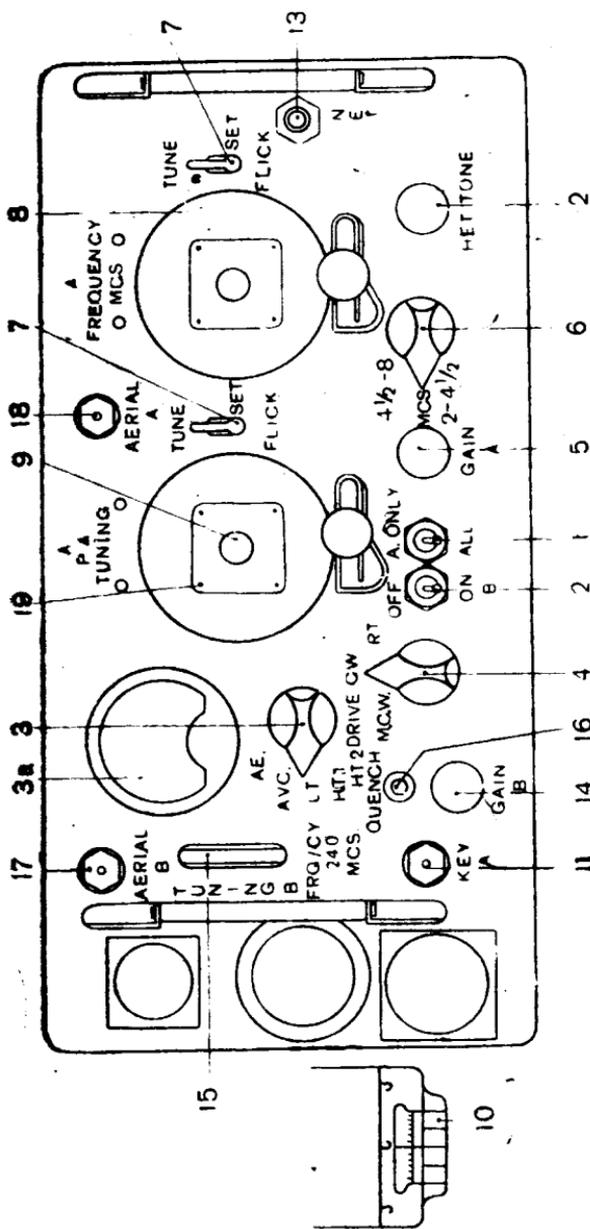

Рис. 98. Панель приёмопередатчика:
4. Проверить режим питания коротковолнового приёмопередатчика (рис. 98), для чего:
6. Проверить исправность коротковолнового приёмника (рис. 98), для чего:
7. Проверить исправность коротковолнового передатчика (рис. 98):
8. Проверить исправность ультракоротковолнового приёмника (рис. 98):
9. Проверить исправность ультракоротковолнового передатчика (рис. 98). Для этого, оставив переключатели в положении, указанном в п. 8, нажать клапан на ручке микрофона и дать в микрофон «счет для настройки». При нажатии клапана шипение в телефонах должно пропасть и должен прослушиваться свой голос.
2. Радисты подчинённых радиостанций настраиваются диском 15 настройки УКВ приёмопередатчика (рис. 98) «TUNING В» на сигнал главной радиостанции и ручкой 14 регулятора усиления УКВ приёмника (рис. 98) «GAIN В» устанавливают нужную громкость.
даёт передачу. Если по сообщению этой подчинённой радиостанции свист продолжается, то главная станция даёт указания радиостанции № 1 медленно вывёртывать винт «QUENCH» 16 (рис. 98). Радиостанция № 1 вывёртывает винт до исчезновения свиста и сообщает об этом главной радиостанции. Тогда радист главной радиостанции даёт указание включиться УКВ радиостанции № 2 (через посыльного, голосом или свистком).
4. При работе на передачу (на КВ) переключатель 3 индикаторно-измерительного прибора 3а (рис. 98) должен быть в положении «АЕ» («ток в антенне КВ») и прибор должен давать наибольшие показания, что достигается подстройкой вариометра.
При работе на передачу подстройка вариометра в этом случае производится по наибольшему показанию прибора *За* (рис. 98) при положении его переключателя *З* на «АЕ».
6. При положении тумблеров *1* и *2* (рис. 98) на приёмопередатчике в положении «ALL» и «ON В» для связи одновременно могут быть использованы коротковолновый и ультракоротковолновый приёмопередатчики.
На стоянке, кроме штыревых антенн, входящих в комплект радиостанции, могут применяться отечественные штыревые антенны типа АШ и Г- и Т-образные антенны или наклонный однопроводный луч. Эти антенны могут быть подключены к антенному вводу непосредственно или через специальный блок антенной связи (для согласования выхода передатчика с сопротивлением антенны). Настройка этих антенн производится так же, как и штыревых, антенным вариометром и ручкой настройки усилителя мощности при приёме по максимальному шуму в телефонах, а при передаче — по максимальному отклонению стрелки прибора Z_a (рис. 98) при его переключателе Z в положении «АЕ».